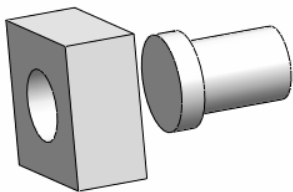
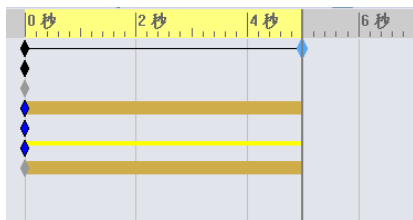

图 13-70 动画
图 13-71 MotionManager 界面
- ③ 在“引力”属性管理器中设置其他参数，单击“确定”，完成引力的创建。
- ④ 单击 MotionManager 工具栏中的计算图标按钮，计算模拟。单击从头播放图标按钮，动画如图 13-70 所示，MotionManager 界面如图 13-71 所示。